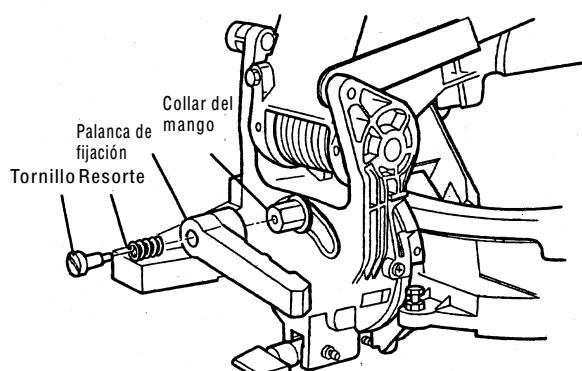

Fig. 6
① Inserte el resorte y el tornillo en el orificio de la palanca de fijación, tal como se indica en la Fig.6.